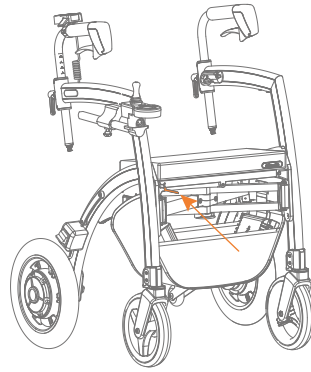
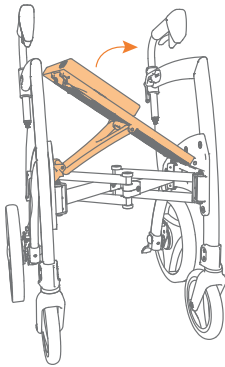

Figure 14: Poussez la poignée rouge tout en soulevant le siège.
Figure 15: Soulevez partiellement le siège.
- d. Poussez la poignée de libération rouge sous le siège (**Figure 14**) et soulevez partiellement le siège (**Figure 15**).